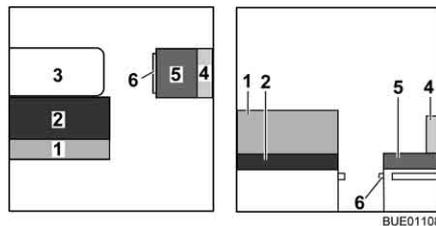

Bild 118 Vor dem Umbau
- Tisch (Bild 118,3) zum Bettunterbau umbauen (siehe Abschnitt 6.10).
- Das Rückenpolster (Bild 118,1) abnehmen und beiseite legen.
- Das Rückenpolster (Bild 118,4) und das Sitzpolster (Bild 118,5) abnehmen und beiseite legen.